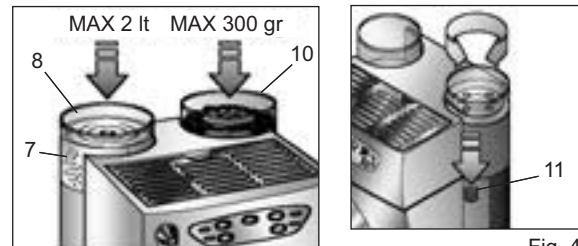

Fig. 3
Avvitare completamente (senza forzare in modo eccessivo) il dispositivo maxi-cappuccino (5a) sul tubo vapore/acqua calda (5). Togliere il coperchio (10) **Fig. 3**, riempire il contenitore con il caffè in grani (300 gr. circa) e quindi rimettere il coperchio.
Estrarre il serbatoio acqua (7) **Fig. 3**, dalla macchina e, dopo aver tolto il coperchio (8), riempirlo con acqua fredda (2 l circa). Una valvola sul fondo impedisce la fuoriuscita dell'acqua.